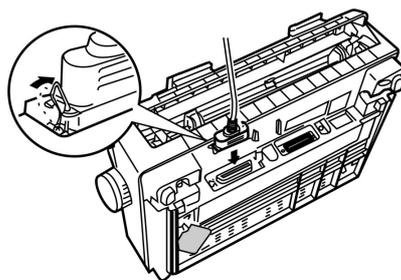

图 1-20: 连接并口电缆
2. 按照图 1-20 所示, 将接口电缆绕入打印机边上的小槽中, 以防其阻碍打印机进纸。